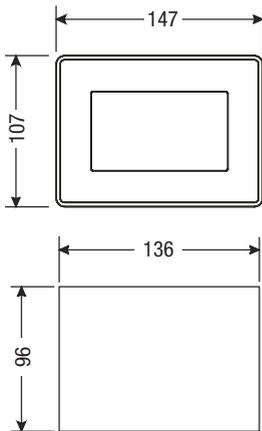
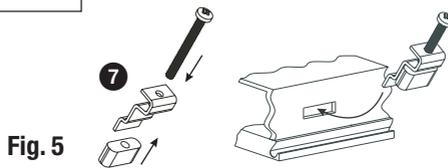

Fig. 3
Fig. 5
- Découpez la porte de l'armoire de commande conformément aux **Fig. 3 et 4**.
- Poussez l'appareil de commande et de visualisation dans la découpe pour la porte. Ce faisant, veillez à la bonne assise du joint ⑥.
- Vissez les vis **Fig. 5** jusqu'à ce que les coins du cadre reposent sur la porte de l'armoire de commande.